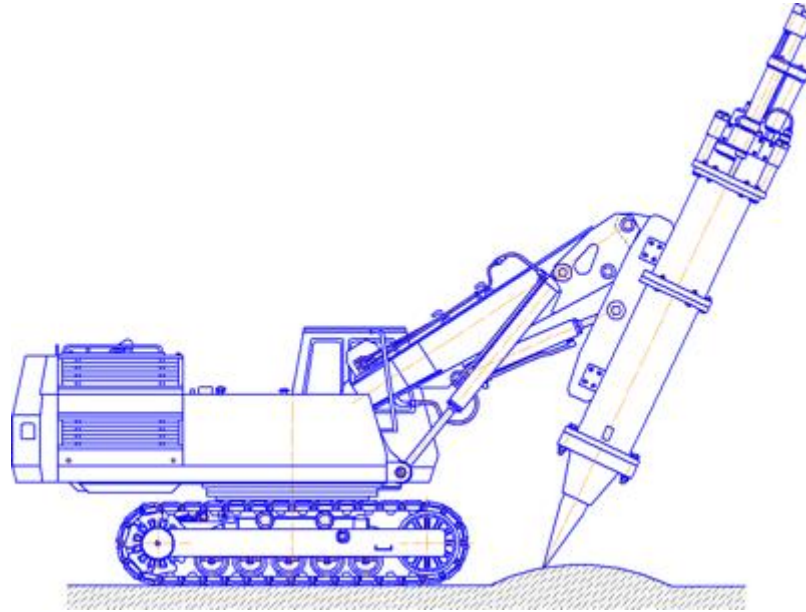

Рисунок 7
4. Откройте документ SAMPLE.frw. (рис.7)